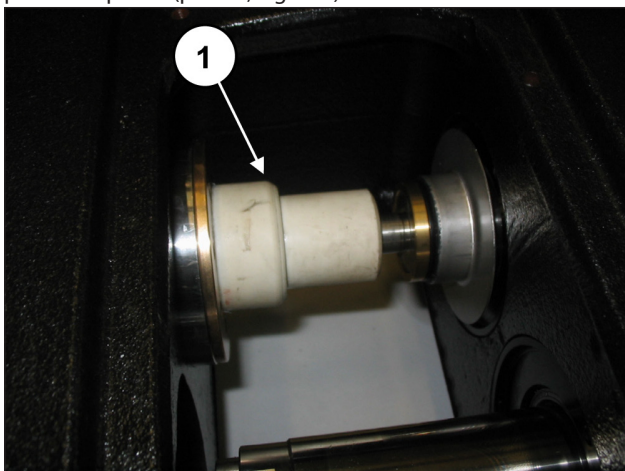

Fig. 141
Gire manualmente o eixo, de modo a trazer os três pistões na posição de ponto morto superior. Insira a ferramenta do tampão cód. 27516600 entre a guia do pistão e o pistão (pos. ①, Fig. 141).